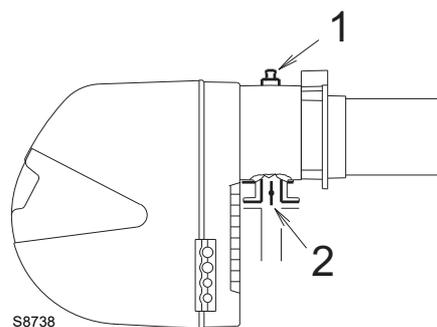

Fig. 27
Pressione del gas misurata alla presa 1)(Fig. 27), con:
Perdita di carico farfalla gas 2)(Fig. 27) con apertura massima: 90°.
- sottrarre dalla pressione del gas alla presa 1)(Fig. 27) la pressione in camera di combustione.
Pressione del gas alla presa 1)(Fig. 27) = 11,3 mbar
Per conoscere invece la pressione del gas necessaria alla presa 1)(Fig. 27), fissata la potenza massima di modulazione alla quale si desidera funzioni il bruciatore:
- Leggere sulla destra, colonna 1, la pressione alla presa 1)(Fig. 27).
pressione necessaria alla presa 1)(Fig. 27).